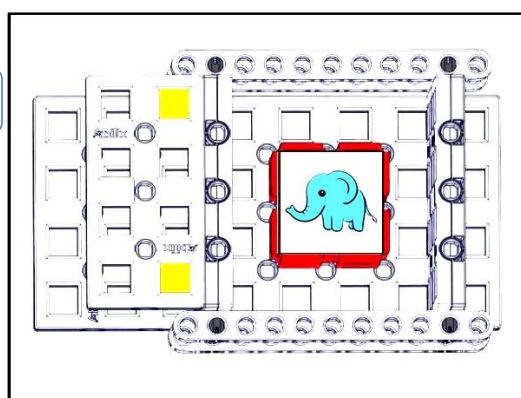

图 4-8-2 完成状态一
4.8.2 机器人可以拨动样本使其落入识别框内为完成状态一，得 20 分；机器人识别顶部图像并在屏幕上描述图像是什么动物为完成状态二得 40 分。如“样本上显示得图像是大象”如图 4-8-2 所示。